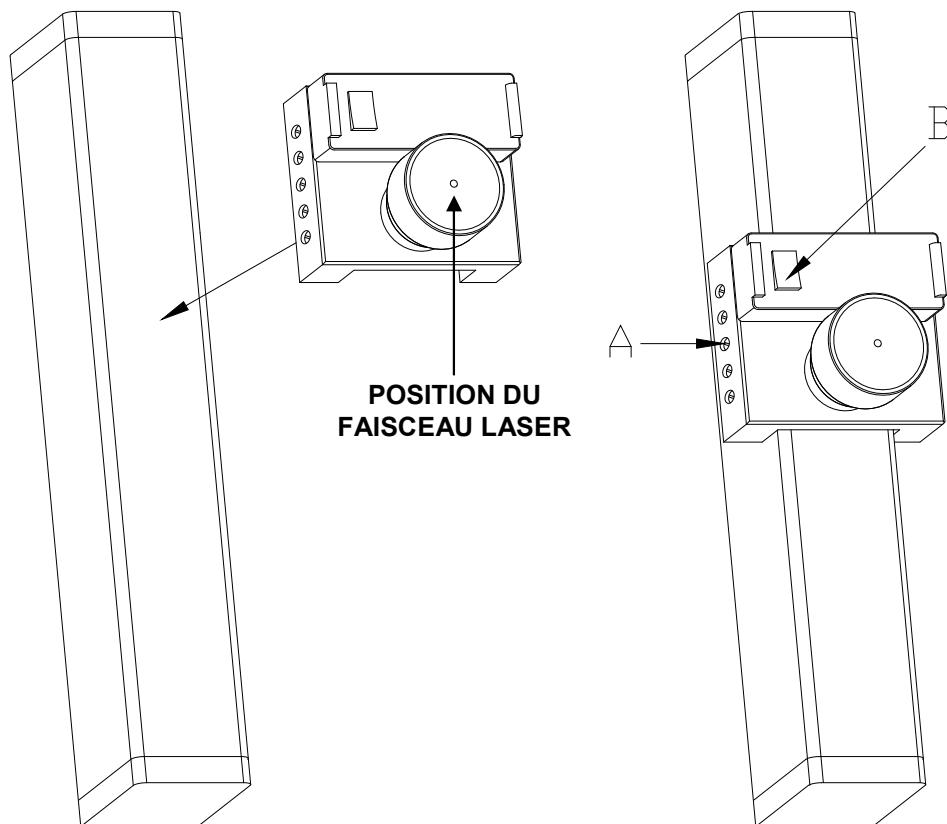

Figure 1
- Mettre le dispositif en marche au moyen de sa commande ON/OFF (fig. 1 détail B).
- Si le dispositif ne se bloque pas sur la barrière, agir sur les cinq vis sans tête sur le côté de le dispositif (voir détail A dans la Fig. 1).